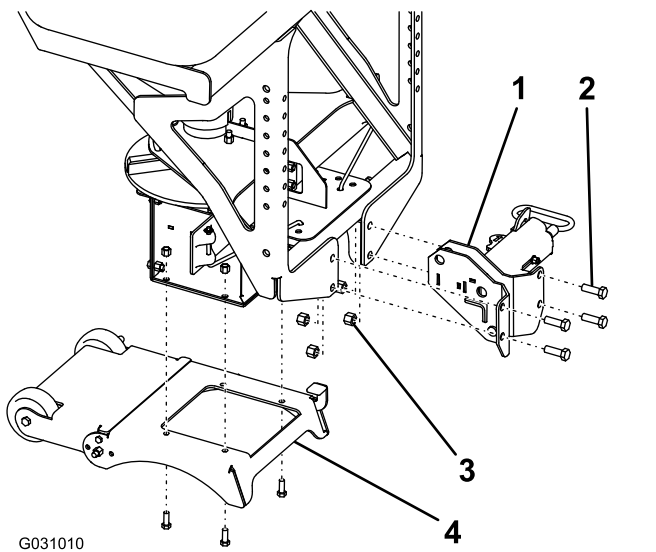

图 8
1. 如图 8 所示使用 4 个螺栓 1/2 英寸和锁紧螺母 1/2 英寸将 RT3 附件安装到撒布机上紧螺栓扭矩至 76Nm。
2. 如图 8 所示使用 4 个现有螺栓 3/8 英寸和锁紧螺母 3/8 英寸将支腿总成安装到撒布机上紧螺栓扭矩至 27Nm。